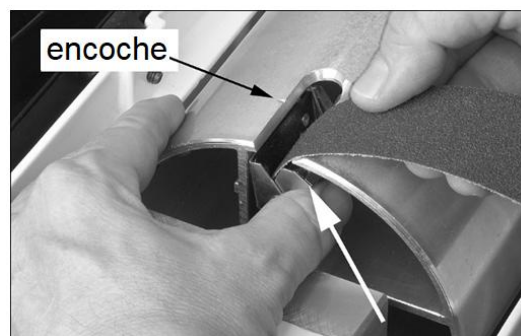

Figure 6-4
2. Appuyez le levier de fixation (Figure 6-4) sur l'extrémité extérieure (gauche) du cylindre et insérez l'extrémité biseautée de l'abrasif à travers la fente, afin que la largeur de la bande corresponde à l'encoche de référence, comme illustré. Cela garantira la bonne longueur de bande à fixer à l'extrémité opposée du cylindre. Alignez le bord biseauté de la bande abrasive sur le bord gauche du cylindre.